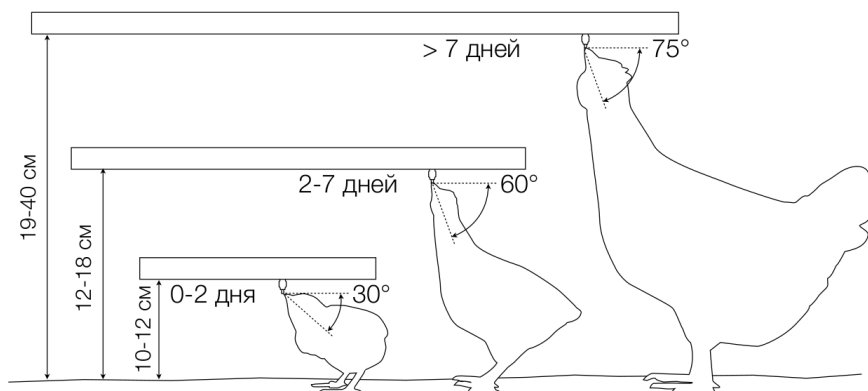

Рисунок 2.6
Зажим в сборе, в свою очередь, состоит из пластикового фиксатора (1), который крепит тросик подвески (2) к проволоке механизма подъема. Труба поения обжата пластиковым держателем (3), к которому подсоединен второй конец тросика подвески. Высота линий поения устанавливается в зависимости от возраста птицы. После посадки линию поения нужно поднять так, чтобы цыпленок во время поения немного тянулся к ниппелю под углом  $35^{\circ}$ - $45^{\circ}$ . В дальнейшем линия поения поднимается в зависимости от роста цыплят - угол наклона увеличивается до  $75^{\circ}$ - $85^{\circ}$  (рис. 2.6).